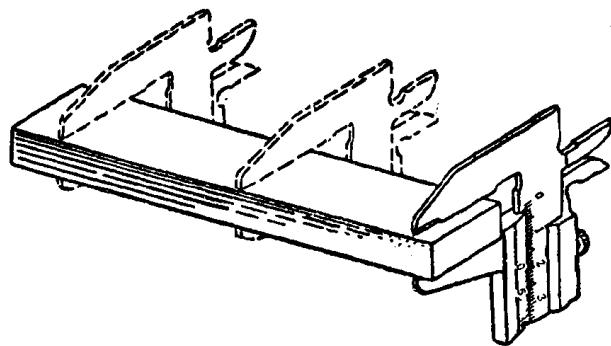
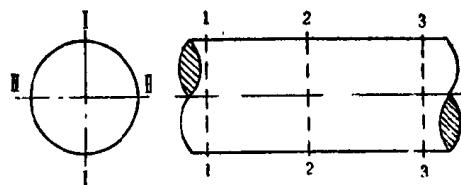

图14 用游标卡尺测量较长工件的方法(一)
图16 在同一截面上的不同方向进行测量
(8) 为了能获得正确的测量结果, 以及能检查出整个工件上的尺寸是否一致, 应该在工件的各部分(图14和15), 以及工件的同一截面的不同方向上进行测量(图16)。